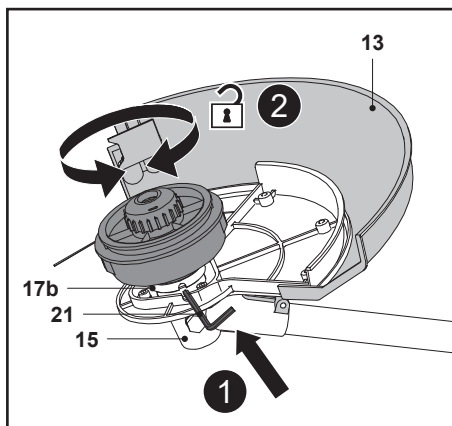

Fig. 26
1. Retourner le produit pour accéder à la tête de coupe (16).
2. Tourner la tête de coupe-bordures (16) jusqu'à ce que le trou de la bride d'appui (17b) soit aligné sur l'encoche du renvoi d'angle (15).
3. Insérer l'extrémité la plus grosse de l'outil multifonction (21) dans le trou pour bloquer l'arbre (17) (Fig. 26, étape 1).
4. Desserrer la tête de coupe-bordures (16) à la main dans le sens des aiguilles d'une montre (Fig. 26, étape 2) et la retirer de l'arbre (17).